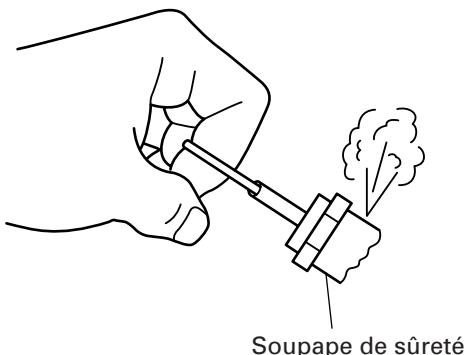

Fig. 4
- (4) S'assurer que la soupape de sûreté fonctionne correctement. (Fig. 4)